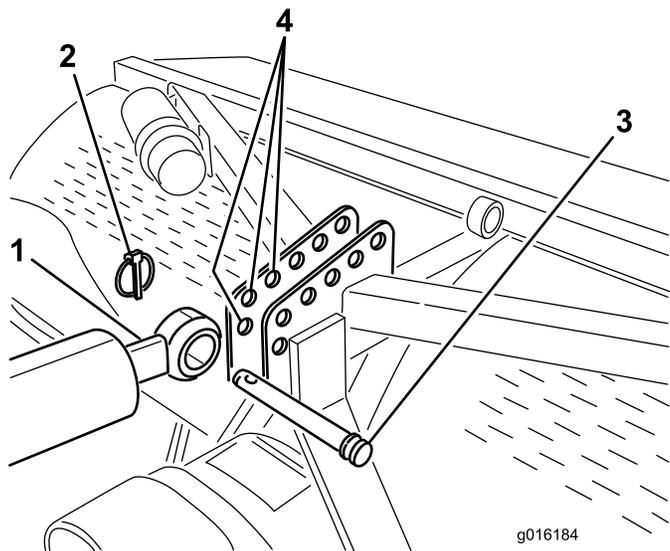
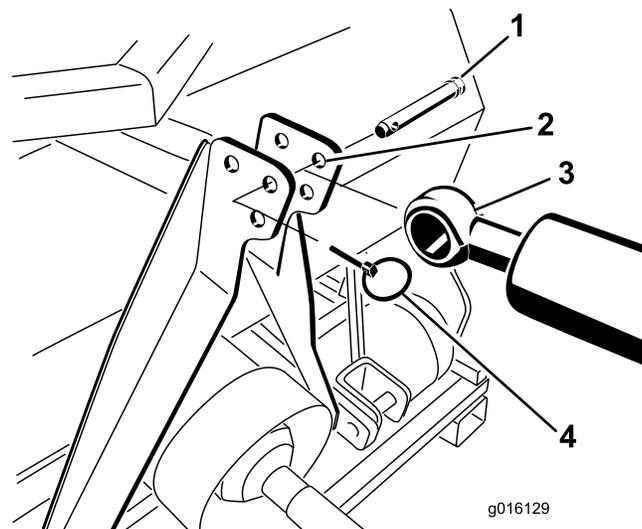
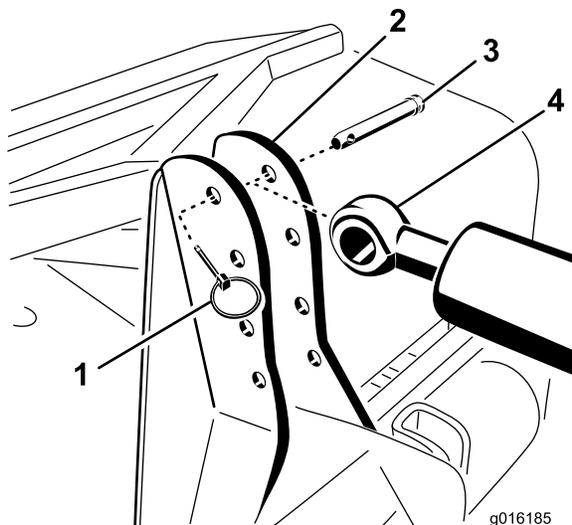

図 6
図 8
図 7
7. リンクピンとリンチピンを使って、油圧式上部リンクのロッド端を、エアレータのできるだけ前側の穴に固定する (図 6 と図 7 と図 8)。